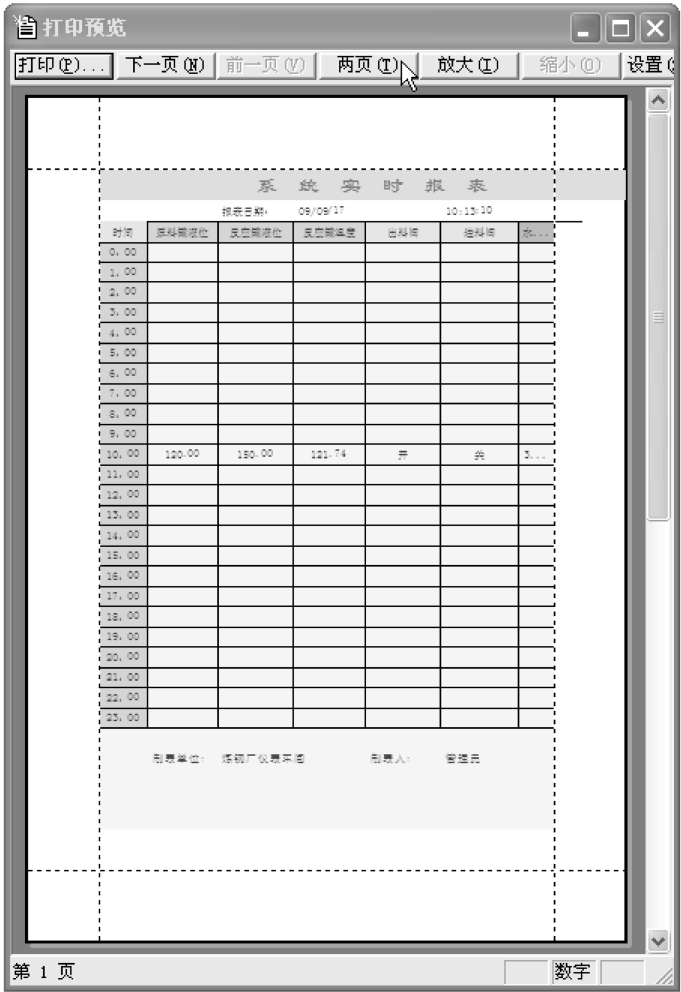

图 7-56 打印预览窗口
4) 当系统处于运行状态时，页面设置完毕后，单击此按钮，系统会自动隐藏组态王的开发系统和运行系统窗口，并进入打印预览窗口，如图 7-56 所示。
对于这个报表就可以采用向单元格中定时刷新数据的方法实现。报表设计如图 7-56 所示。按照规定的时间，在不同的小时里，将变量的值定时用单元格设置函数，如 ReportSetCellValue(); 设置到不同的单元格中，这时，报表单元格中的数据会自动刷新，而带有函数的单元格也会自动计算结果，当到换班时，保存当前填有数据的报表为报表文件，清除上班填充的数据，继续填充，这样就完成了要求。这样就好比是操作员每小时在记录表上记录一次现场数据，当换班时，由下一班在新的记录表上开始记录一样。